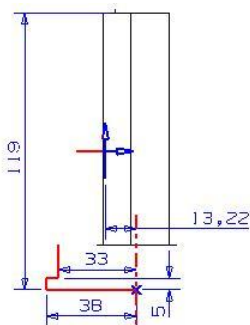

图7-7
3. 在【成形特征】工具条中单击【草图】按钮，弹出【基准平面】悬浮工具条。单击【ZC-XC】和【确定】按钮进入二维草图界面绘制草图轮廓，如图 7-7 所示。